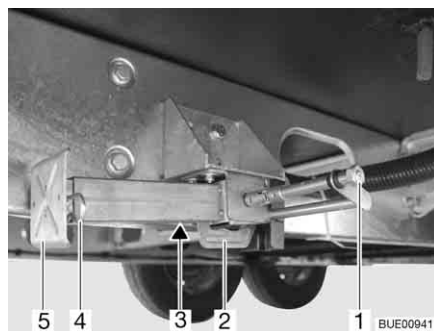

Bild 36 Hubstütze
- Am Sechskant (Bild 36,1) den Steckschlüssel aufstecken und drehen, bis die Hubstütze senkrecht nach unten steht.
- Wenn die Länge der Hubstütze verstellbar ist, den Splint (Bild 36,4) aus der Stützfußverlängerung (Bild 36,5) herausziehen.
- Am Sechskant (Bild 36,1) den Steckschlüssel aufstecken und drehen, bis die Hubstütze wieder vom Boden frei ist.
- Stützfußverlängerung (Bild 36,5) ganz einschieben und Splint (Bild 36,4) in die vorgesehene Bohrung an der Stützfußverlängerung stecken.
- Am Sechskant (Bild 36,1) drehen, bis die Hubstütze nach oben geschwenkt ist und die Führung (Bild 36,2) ganz am Ende des Schlitzes (Bild 36,3) ansteht.